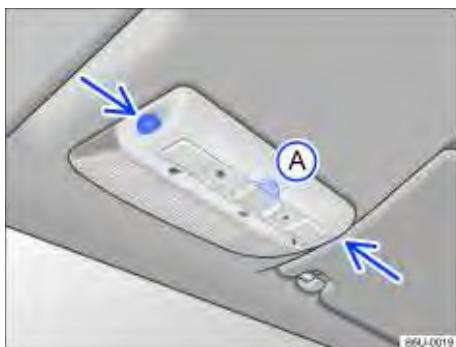

Fig. 30 No console do teto: sensores de monitoramento do interior do veículo e tecla **(A)** para desligar o monitoramento do interior do veículo.
O monitoramento do interior do veículo dispara o alarme com o veículo travado, se reconhecer movimentos no interior do veículo. O sensor e o receptor estão localizados no conjunto da lanterna de leitura → Fig. 30 (setas).
- Pressionar a tecla → Fig. 30**(A)**. No painel de instrumentos, a luz de controle permanecerá acesa.